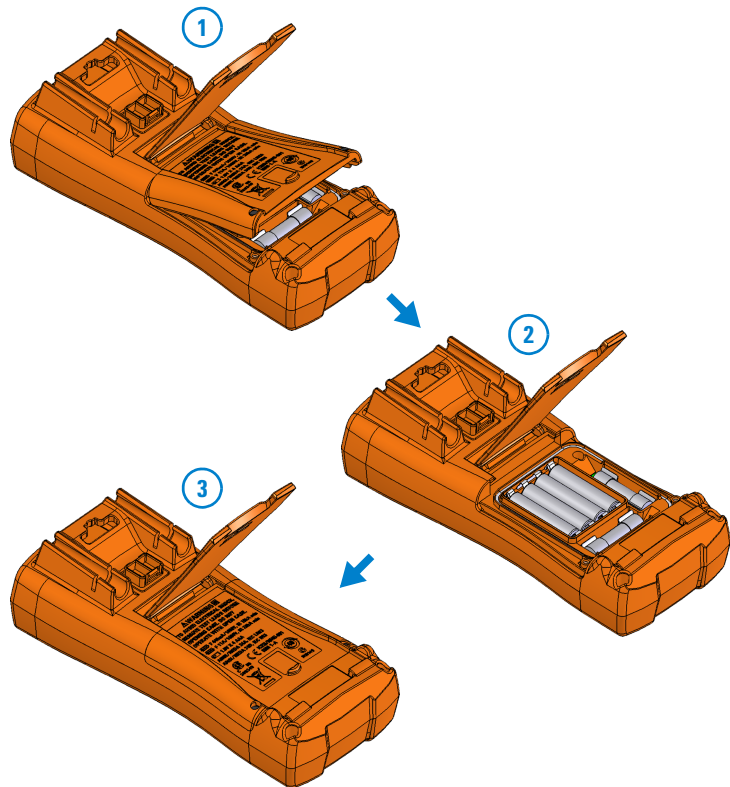

Figura 1-1 Instalación de las pilas
- 1 Abra la tapa de la pila.** Levante la base de inclinación y afloje los tornillos con un destornillador Phillips adecuado y retire la tapa de la pila como se muestra en la Figura 1-1.